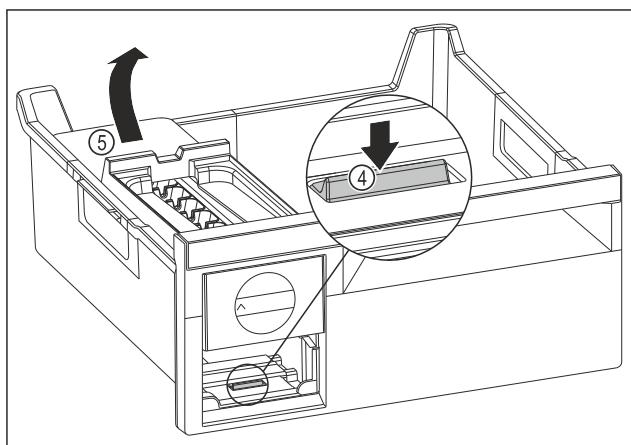

Fig. 78
- Извлеките корпус EasyTwist-Ice: Надавите пальцем вниз на накладку Fig. 78 (4) и одновременно другой рукой поднимите корпус EasyTwist-Ice Fig. 78 (5) сзади.